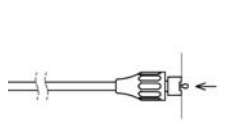

図 7
- 3) シャフト先端部を閉じた状態でシャフトのボールジョイントを押す。(図7)